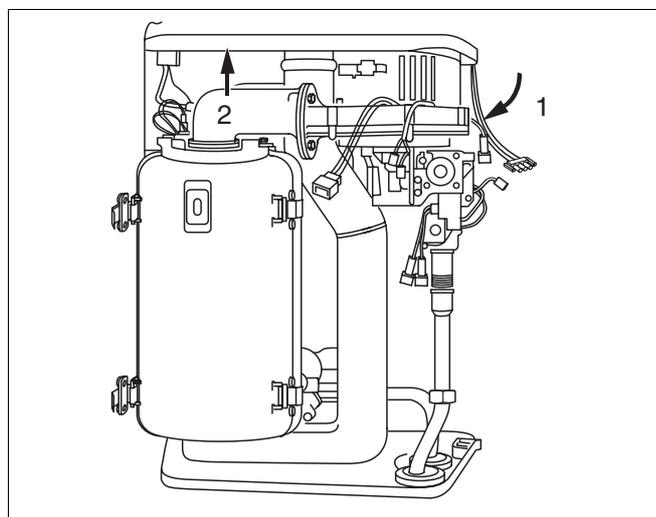

Fig. 79 Sostituire l'apparecchiatura del gas Logamax plus GB122: rimuovere l'unità combinata del gas
- Ruotare in avanti l'unità combinata del gas "KombiVENT" (fig. 79, pos. 1)
- Staccare dalla chiusura a baionetta l'unità combinata del gas "KombiVENT" portandola verso l'alto (fig. 79, pos. 2).